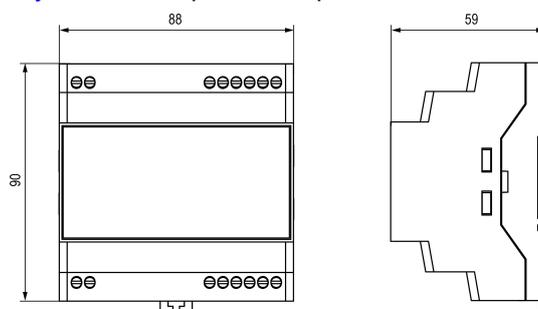

Рисунок 4.8 – Габаритные размеры корпуса Д
1. Подготовить место на DIN-рейке для установки прибора с учетом размеров корпуса (см. рисунок 4.8).